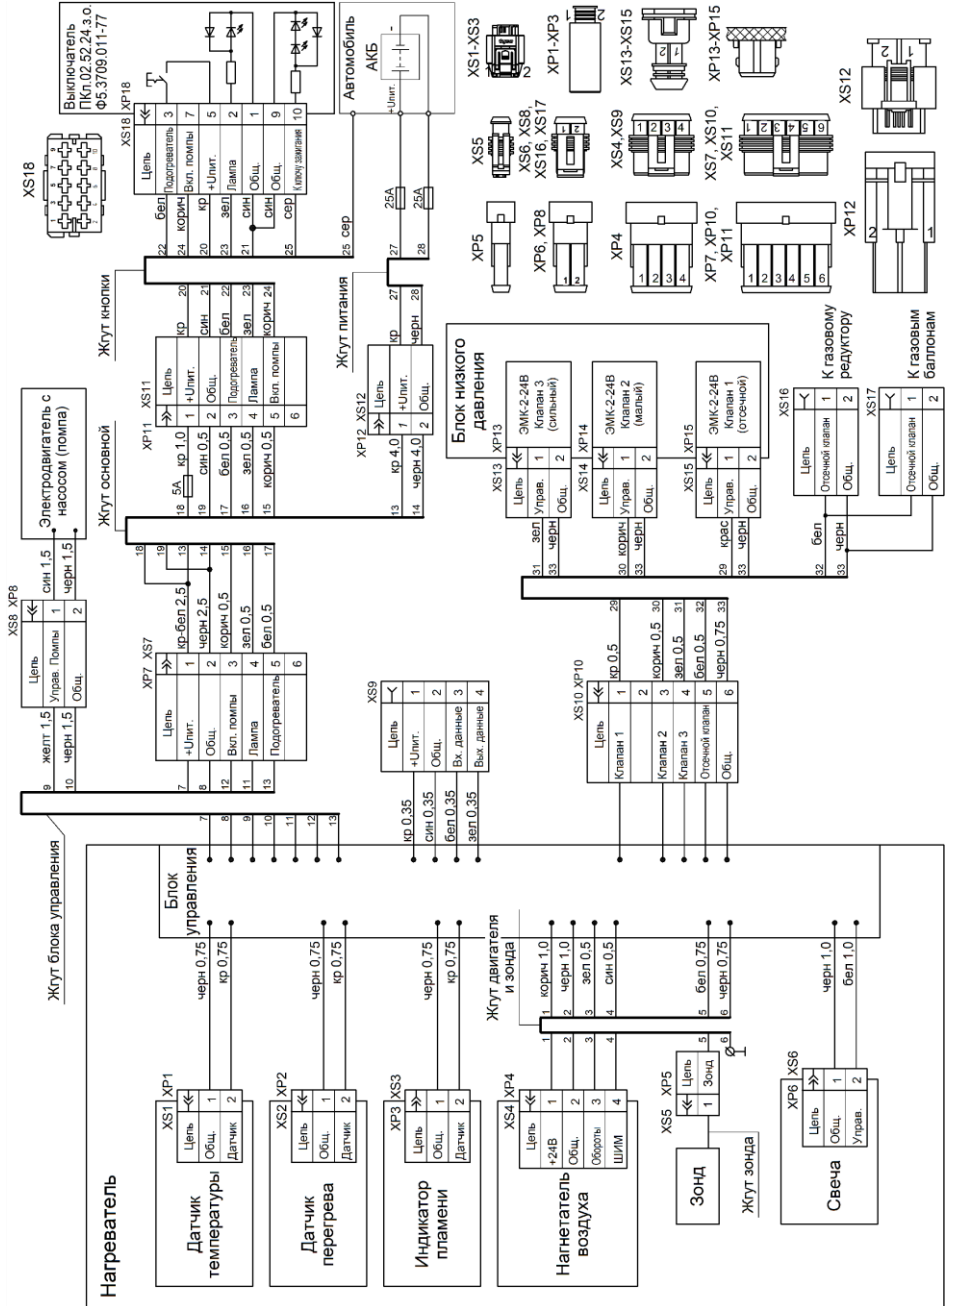

Рис. 1. Схема электрических соединений
Питание подогревателя сжатым газом осуществляется ГБО, установленного на ТС. Питание электроэнергией осуществляется от ТС. Схема электрических соединений подогревателя приведена на рис. 1.
- Проверить наличие напряжения на разъеме XP7 (см. схему электрических соединений рис. 1).
10.1.5 Все работы по обслуживанию подогревателя вести при разомкнутом разъеме XP7 (см. рис. 1).